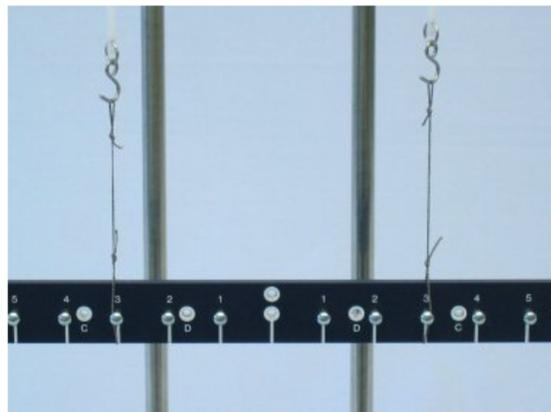

Fig. 11
- Muovi i capi (e la base di sostegno) prima alla tacca 6 e poi alla tacca 3 (Fig. 11), leggi entrambi i dinamometri e registra i valori misurati in Tabella 1.